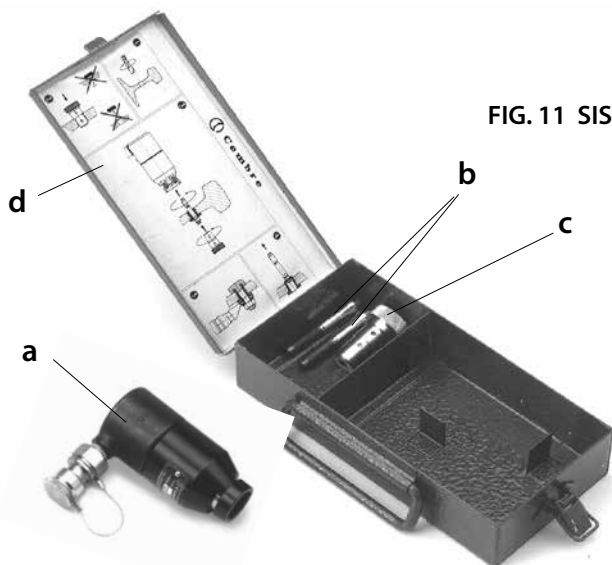

FIG. 11 SISTEMA RHTEP...
- Nettoyer soigneusement le filetage mâle de l'embase (01) pour enlever tous les résidus de téflon.
- Visser le raccord rapide neuf (14) sur la tête en appliquant un couple de serrage de **30 Nm (22 lbf ft)**.
4.3) Rangement (Voir Fig. 11)